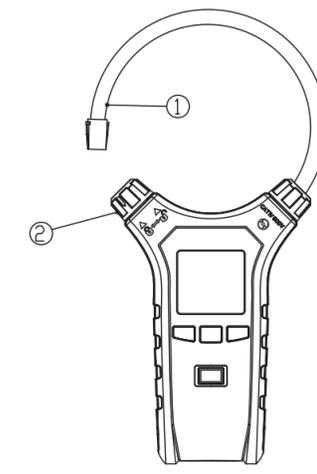

图 3
2. 按逆时针方向转动钳头锁定装置，可松开柔性钳头(如图:3)。